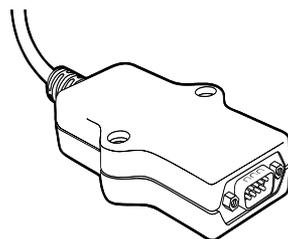

Figure 3
1. Brancher le programmeur portable Q-Logic™ (page précédente) à l'affichage amélioré Q-Logic™ ED ou à la manette autonome si le SCIM (module d'entrées de commande spéciale- Figure 3) est en cours d'utilisation.
Si vous utilisez le module d'entrée de commande spéciale Q-Logic™ (SCIM Figure 3), vous aurez besoin d'un type d'interrupteur mécanique pour le brancher dans sur le port d'alimentation de la manette autonome pour mettre le fauteuil en marche / arrêt et s'assurer que le SCIM est le module de commande principal. Le programmeur Q-Logic™ est nécessaire.
1. Brancher le programmeur portatif Q-Logic™ à l'affichage amélioré Q-Logic™ ED ou à la manette autonome si le SCIM (module d'entrées de commande spéciale- Figure 3) est en cours d'utilisation.